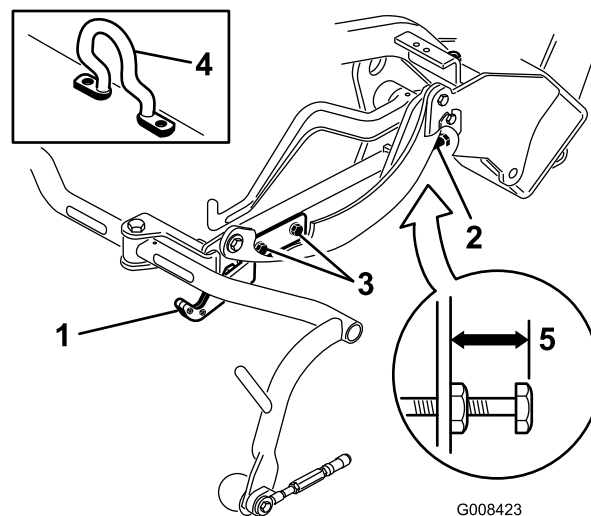
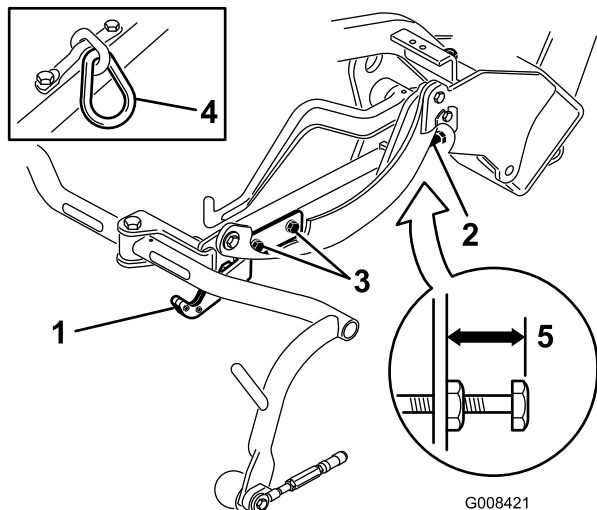
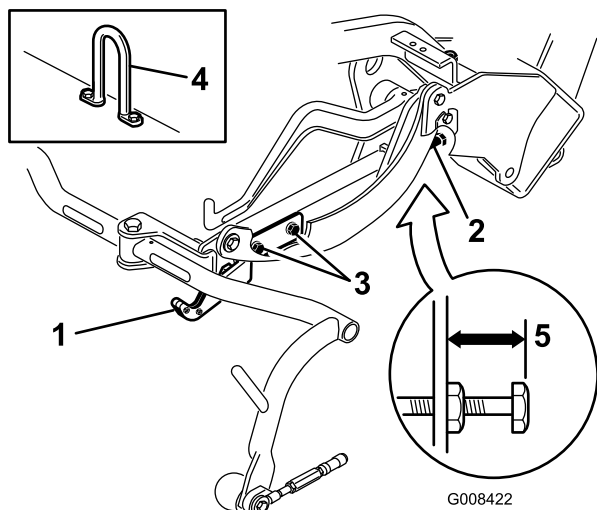

Figura 12
Figura 13
Figura 14
Verifique a altura de transporte (Figura 13 & Figura 14) e ajuste-a, se necessário.
2. Em unidades de corte equipadas com um elo de corrente ou um gancho de elevação desviado (Figura 12, em destaque) verifique se a distância a partir da parte superior do parafuso de ajuste da estrutura de suporte até à parte posterior da estrutura de suporte é de 25 mm. Se a distância não for de 25 mm, avance para o passo 4.
3. Em unidades de corte equipadas com um elo de corrente ou um cilindro de elevação recto (Figura 13 e Figura 14, em destaque) verifique se a distância a partir
da parte superior do parafuso de ajuste da estrutura de suporte até à parte posterior da estrutura de suporte é de 22 mm. Se a distância não for de 22 mm, passe ao passo 4. Se a unidade de corte estiver equipada com uma articulação de elevação desviada (Figura 12), avance para o passo seguinte.
- Desaperte os parafusos de montagem da placa de transporte (Figura 13, Figura 14 e Figura 12).
- Se as estruturas de suporte não estiverem à mesma altura, desaperte a porca de bloqueio no parafuso de ajuste da estrutura de suporte (Figura 12, Figura 13 e Figura 14). Rode o parafuso para fora para elevar e para dentro para descer. Aperte a porca de bloqueio depois de alcançar a altura adequada.